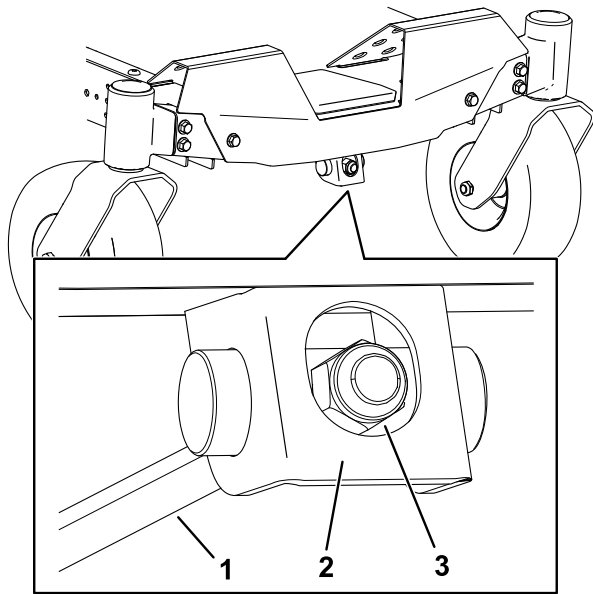

Figura 69
1. Gire la tuerca de ajuste de la parte delantera del cortacésped (Figura 69).